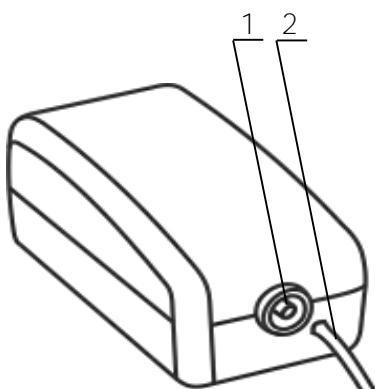

Рисунок 16
2.14.4 Подготовить к работе микрокомпрессор, присоединив к его выходному штуцеру 1 (рисунок 16), соответствующий конец воздуховода 2 (см. также рисунок 1). Подключить микрокомпрессор к питающей сети и убедиться в его работоспособности. Микрокомпрессор должен создавать такой воздушный поток, который был бы хорошо ощущим рукой, расположенной на расстоянии 4–5 см от выхода воздуховода.